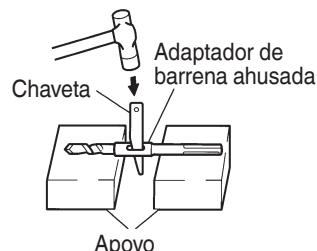

Fig. 14
- (2) Ponga en ON el interruptor de alimentación y perfore un agujero de base.
- (3) Después de eliminar el polvo con una jeringa, fije la clavija en la extremidad del anclaje e introduzca el anclaje con un martillo de mano.
- (4) Para sacar la broca con la barrena ahusada introduzca una chaveta en la ranura del adaptador de barrena ahusada, ponga apoyos debajo del martillo perforador y golpee la chaveta con un martillo de mano. (Fig. 14)